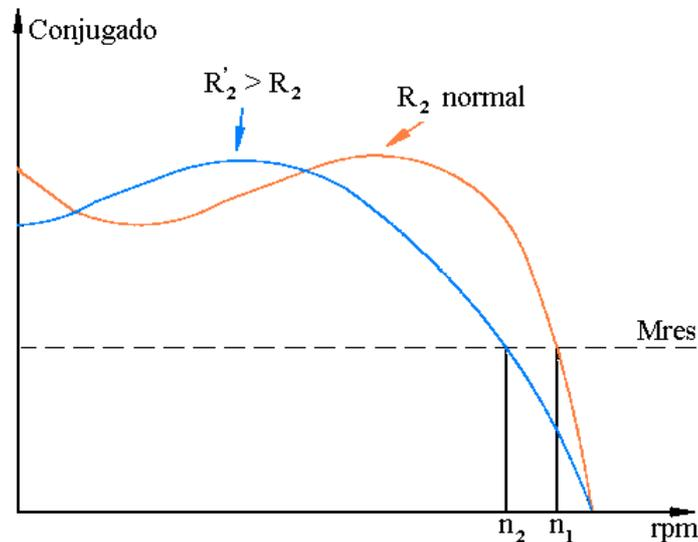

Figura 1.48 – Curva de conjugado com variação da resistência rotórica
- a) Operação em rotações abaixo da rotação obtida com a frequência nominal  $f_n$ . Geralmente até 50% da  $f_n$  utiliza-se o fator  $k$  (figura 1.48) de redutor de potência ou se quiser, pode-se utilizar o fator de serviço e/ou o aumento da classe de isolamento para manter o torque constante. Abaixo de 50% da frequência nominal, para manter-se o torque constante, geralmente deve-se aumentar a relação  $U/f$  do conversor.